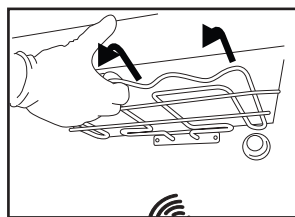
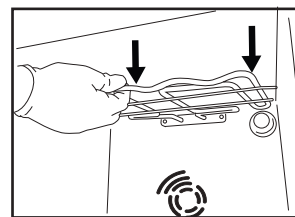

Рис. 1
Рис. 2
- Трохи висуньте нагрівальний елемент (рис. 1) й опустіть його (рис. 2).